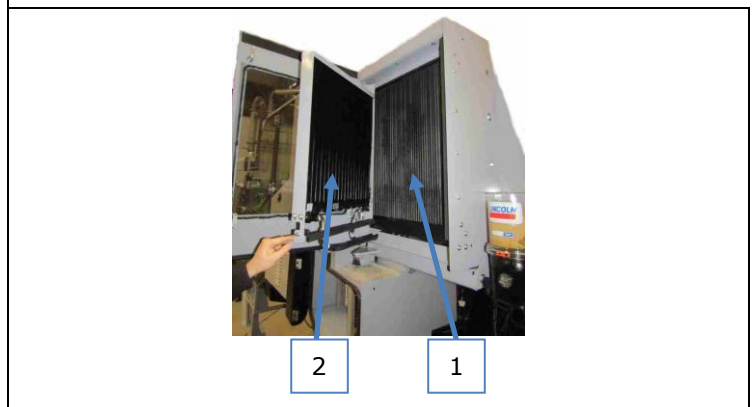

Abb. 9-16
5. Zum Reinigen der Kühler die Abdeckung öffnen durch lösen der Türverriegelungen (A) mit einem Schlitzschraubendreher.
6. Kühler für Klimaanlage (2) abklappen durch lösen des Rastbolzen (B).
7. Ölkühler (1) und Kühler für Klimaanlage (2) mit Druckluft ausblasen (Abb. 9-16)
8. Bei Bedarf sollte auch der Bereich (C) um den Lüfter hinter dem Ölkühler (1) durch ausblasen mit Druckluft gereinigt werden. (Abb. 9-16) Den Bereich (C) um den Lüfter erreicht man von der Fahrzeugmitte aus. Hierzu muss der Entnahmearm ganz angehoben werden.